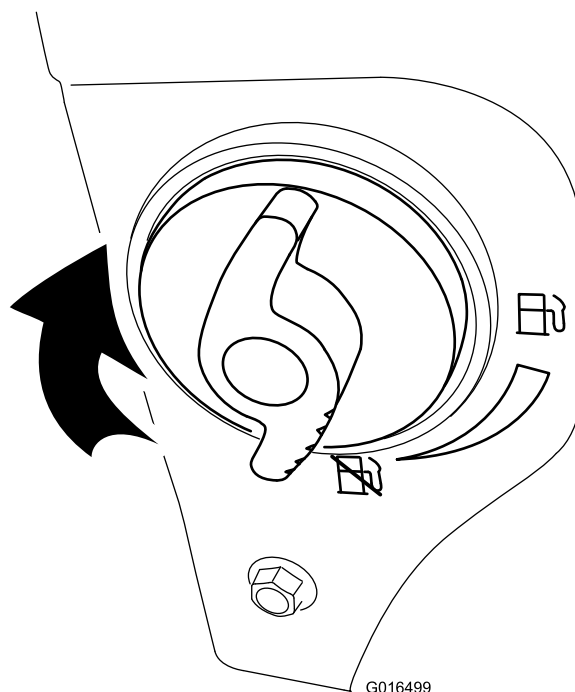

Figura 27
4. Girate la valvola d'intercettazione del carburante per chiuderla (Figura 27).